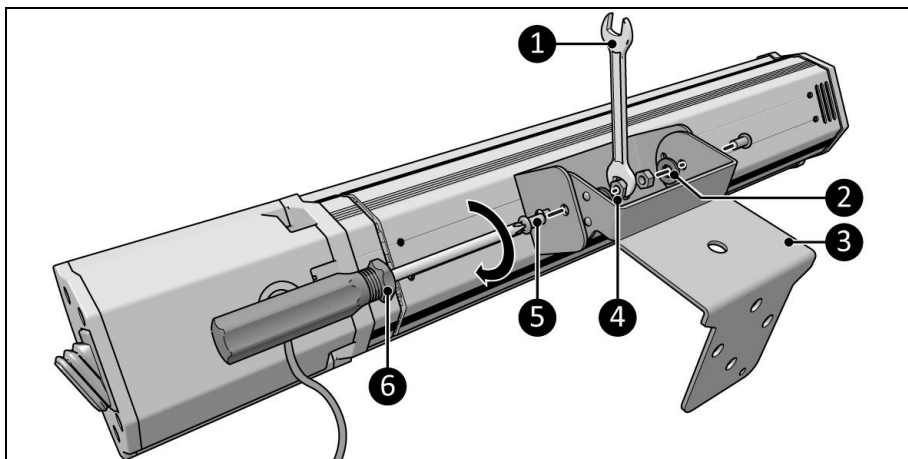

Figura 6
1. Așezați corpul principal pe o suprafață uniformă (Figura 6).
2. Așezați consola de suspendare (Figura 6, poz. 3) între consolele dispozitivului.
3. Însurubați și strângeți ambele părți cu ajutorul șuruburilor mari (Figura 6, poz. 5), cu ajutorul șabivelor (Figura 6, poz. 2) și cu ajutorul piulițelor (Figura 6, poz. 4).